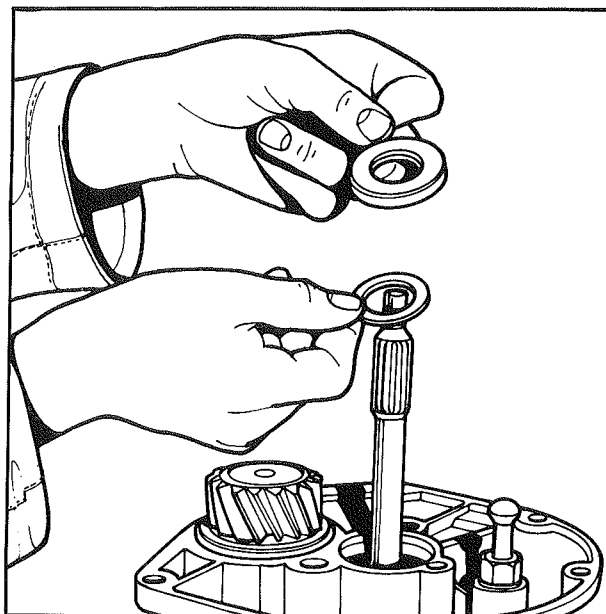

Fig. 32
- Positionner les cales d'épaisseur sur le roulement à galets de l'arbre primaire (fig. 32) après en avoir déterminé l'épaisseur (voir « Calcul de l'épaisseur des cales d'appui du roulement à galets de l'arbre primaire »).